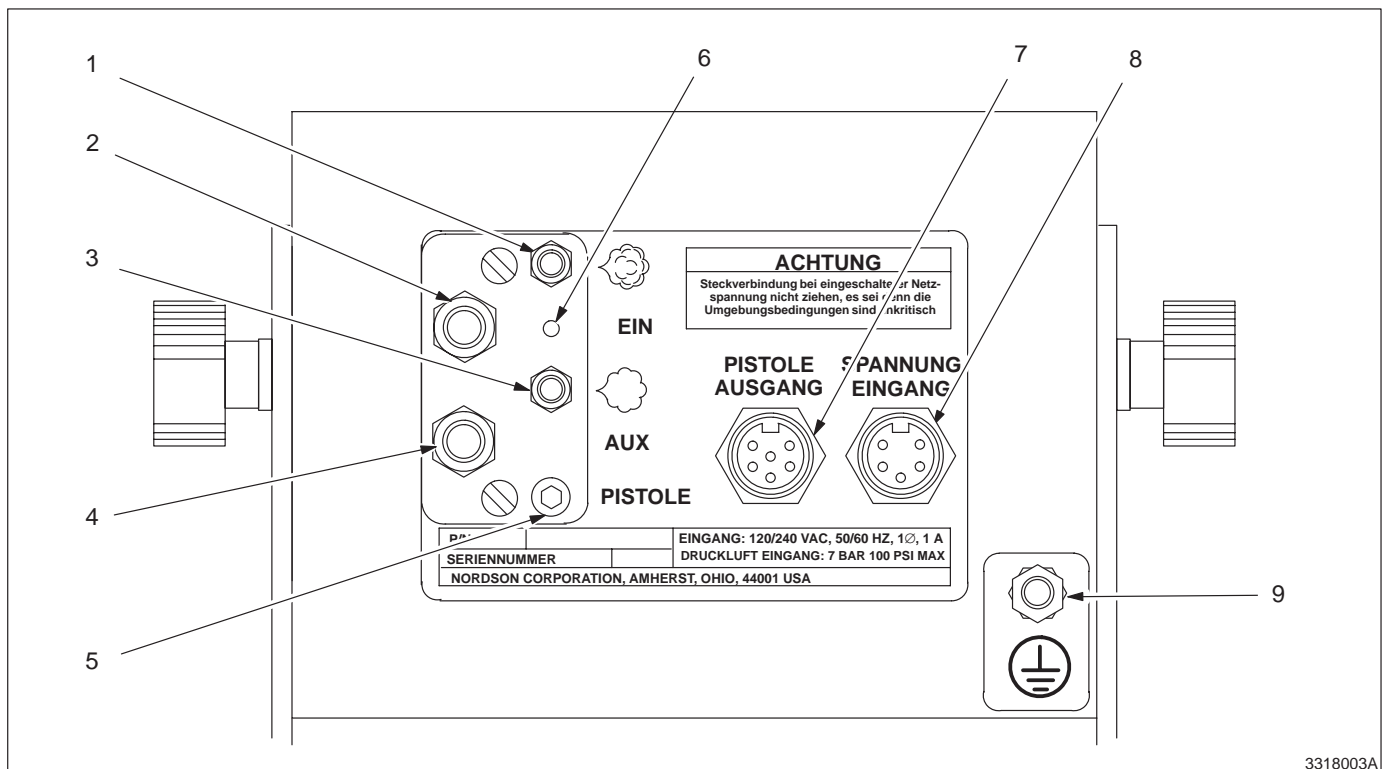

Abb. 3-3 Rückseitige Steuerungsanschlüsse
2. Das mit der Steuerung mitgelieferte Erdungskabel an den Erdungsanschluß an der Rückseite des Gehäuses (Abb. 3-3) anschließen. Klemme an einen zuverlässigen Schutzleiter ankleben.
3. IPS Pistolenkabel in die Stechkupplung GUN OUTPUT auf der Rückseite der Steuerung (Abb. 3-3) einstecken.
10 mm Druckluftschlauch vom Druckluftanschluß zum mit IN markierten Eingangsnippel an der Rückseite der Steuerung (Abb. 3-3) verlegen.
1. Siehe Abb. 3-3. 6 mm Schlauch an die Zerstäubungs- und Flußratenanschlüsse an der Rückseite der Steuerung anschließen. Diese Schläuche sind zu den Anschlüssen an der Pulverpumpe A (Zerstäubungsluft) und F (Durchflußrate) zu verlegen.